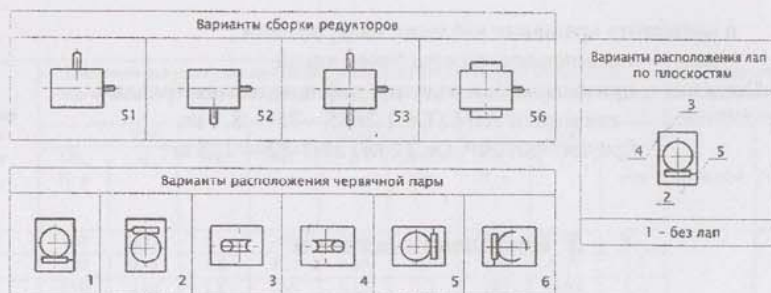

Рис.2.Варианты компоновки редуктора
- Конструкция редукторов обеспечивает варианты сборки 51, 52, 53, 56 ГОСТ 20373-80 (рис. 2).
- Редукторы для любого варианта сборки могут изготавливаться с лапами или без лап по вариантам установки, приведенным на рис. 2.